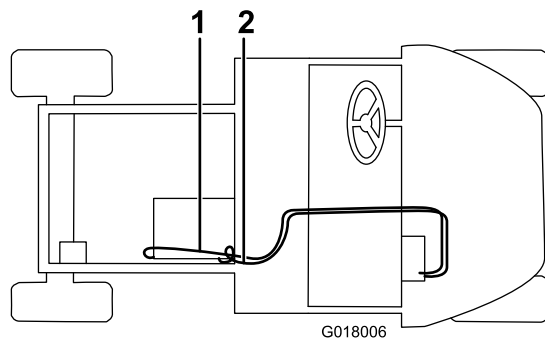

図 22
5. ホースクランプを使ってヒーターバルブに長いホースを接続し、このホースをシートベースの穴へ、次に荷台フレームの穴へ通して、ストレートフィッティングにクランプで接続する図 22。ホースの長さが余っている場合は切断する。
6. ホースクランプを使って、短いホースを白い補給口へ接続し、このホースをグローブボックスのR-クランプに通し、シートベースの穴に通し、下ラジエターホースの字フィッティングにクランプで固定する図 22。ホースの長さが余っている場合は切断する。